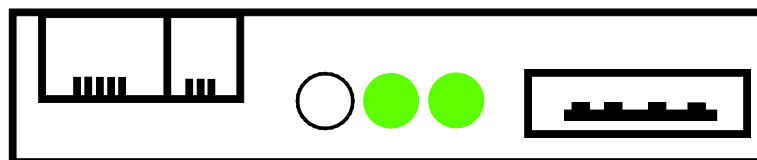

Bild 8
- Die dritte (orange) Diode erlischt, wenn das Update beendet ist. Bild 8.